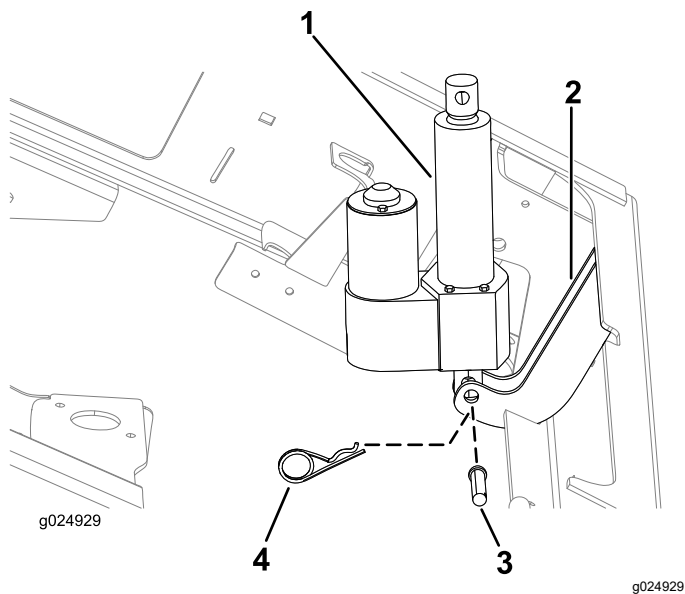

図 9
1. アクチュエータの下側にある取り付け穴を、シャーシ側取り付けブラケットの穴に合わせる図 9。
2. 昇降アクチュエータをシャーシ側ブラケットに固定するクレビスピン2¼"とヘアピンを使用する図 9。